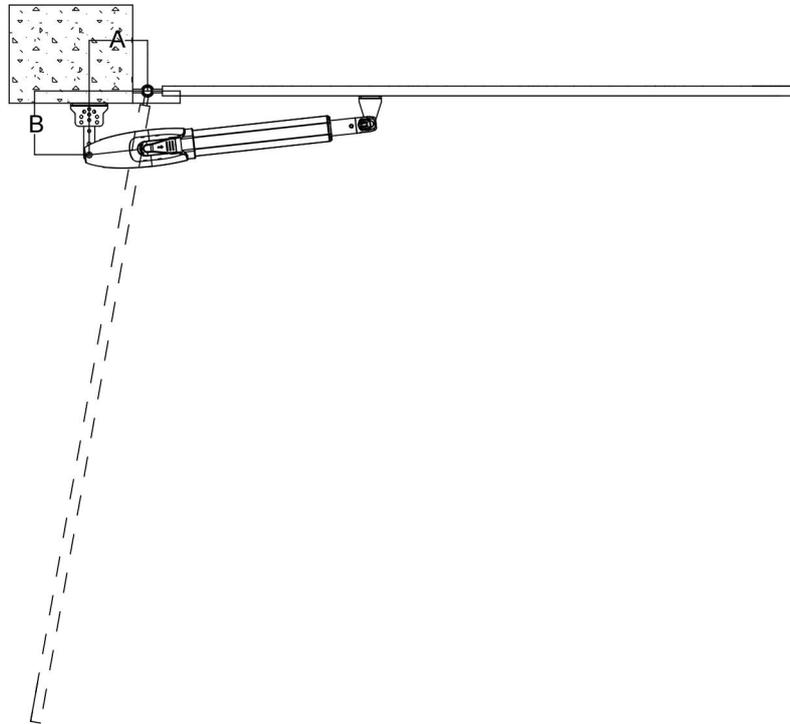
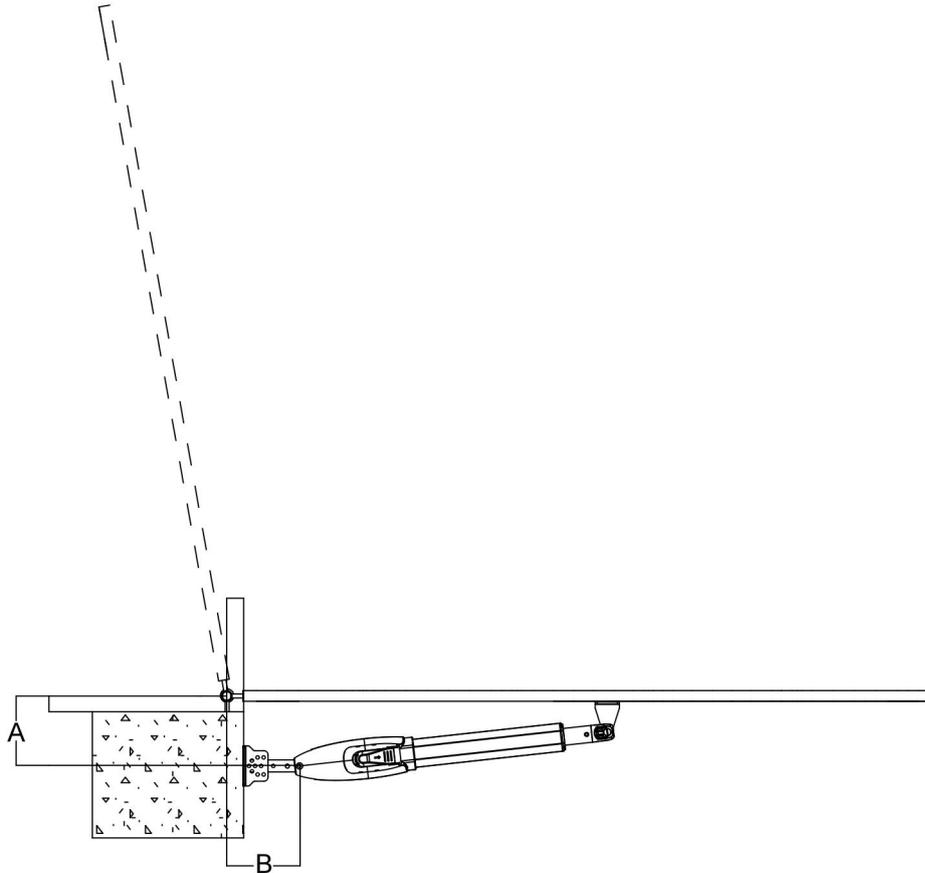

Figura 2
Figura 3
- Para garantir a segurança e proteger as máquinas, instale um batente de portão na posição limite de abertura quando o portão abre para fora, para evitar que o portão ultrapasse o seu curso. Para permitir que os dois baloiços fechem na posição limite precisa, instale um batente de portão na posição limite de fecho (conforme figura 3). Da mesma forma, quando o portão abrir para o interior, instale um batente de portão na posição limite de fecho (conforme figura 2).